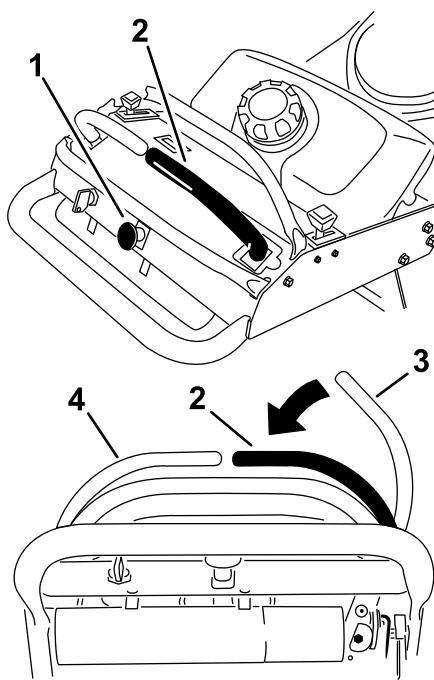

Figure 9
1. Pour engager les lames du tablier de coupe, placez le levier de commande de déplacement droit au centre, en position déverrouillée (Figure 9).